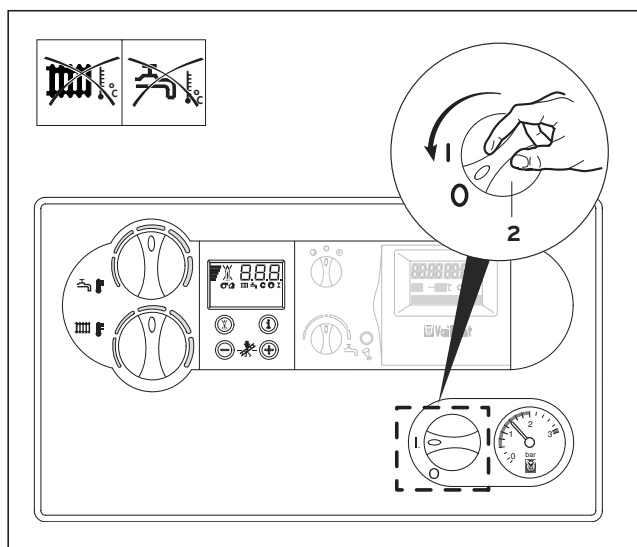

Рис. 3.14 Полное отключение
- Для этого поверните главный выключатель (2) в положение "0" (рис. 3.14).